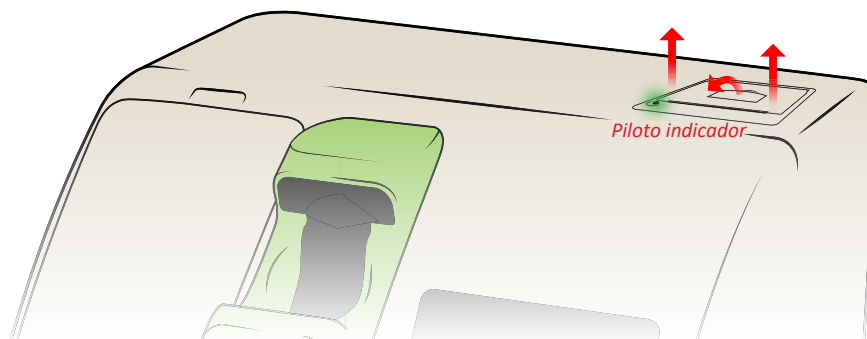

Figura 28
1. Tire de la palanca que se muestra en la Figura 28 hasta que se libere la tapa y deje de estar en la posición de bloqueo.